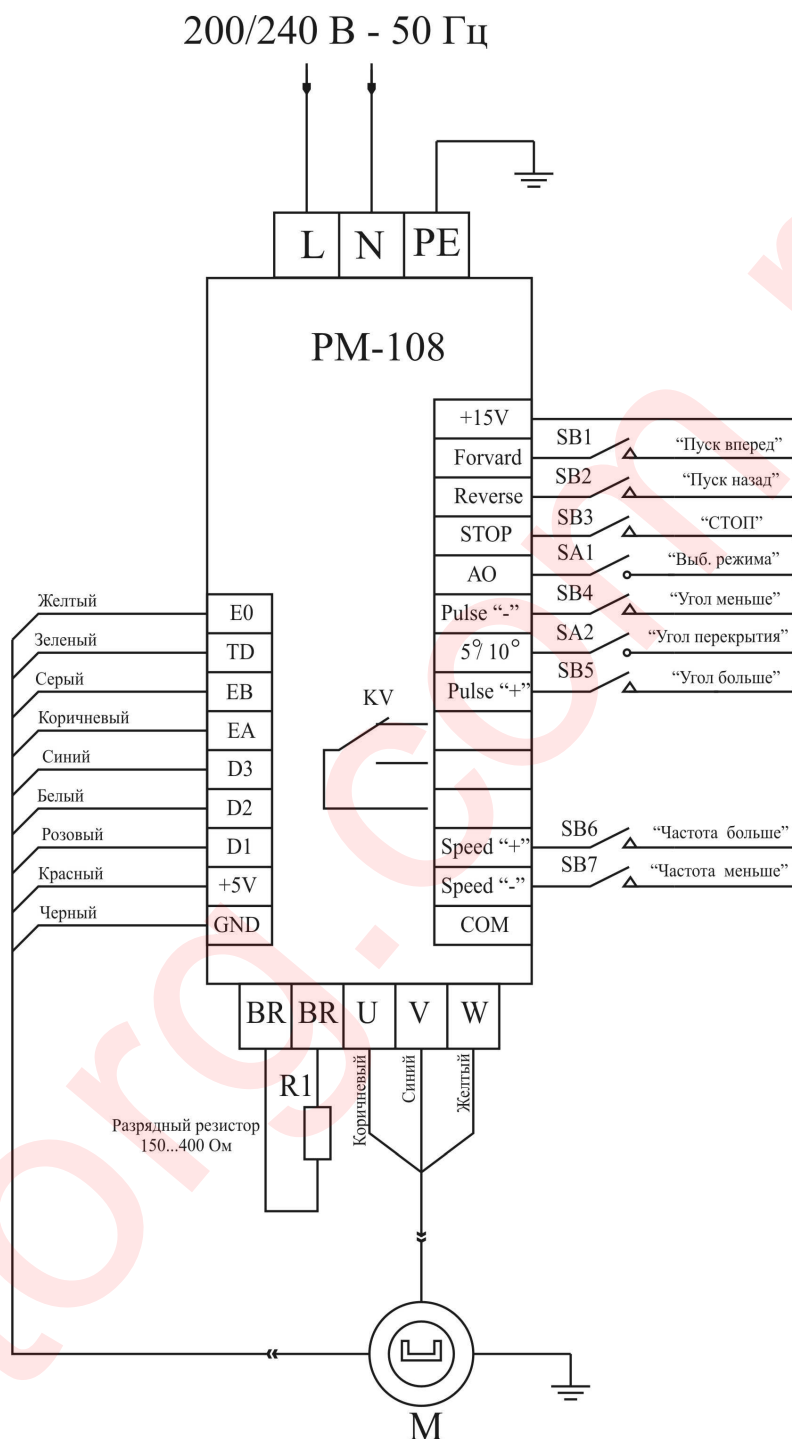

Рис. 3.
Схема подключения электропривода показана на рис. 3.
1. Частоты вращения планшайбы манипулятора в диапазоне от 0 до 5 об/мин при общем передаточном соотношении $i=278$. Изменение частоты вращения планшайбы производится кнопками SB6, SB7 (рис. 3), дискретность изменения частоты вращения планшайбы 0,1 об/мин. При индикации частоты вращения планшайбы старший разряд индикатора высвечивает символ «U».
2. Заданного угла поворота планшайбы манипулятора в градусах. Изменение заданного угла поворота планшайбы производится кнопками SB4, SB5 (рис. 3) в пределах 0...720 гр. При индикации заданного угла поворота планшайбы старший разряд индикатора высвечивает символ «L».
Работа электропривода возможна в двух режимах: автоматическом и ручном. Выбор режима работы производится посредством переключателя SA1 (рис. 3). Замкнутый контакт SA1 соответствует ручному режиму работы электропривода.
В ручном режиме работы электропривод позволяет регулировать частоту вращения планшайбы при вращении вала электродвигателя с помощью кнопок SB6, SB7 (рис. 3). В ручном режиме работы
электропривода кнопки SB4, SB5 и переключатель SA2 (рис. 3) не задействованы. Пуск и останов электродвигателя производится кнопками SB1- SB3.
При вращении электродвигателя включается реле KV (рис. 3), что позволяет использовать его контакты для синхронизации движения планшайбы с источником сварочного тока.